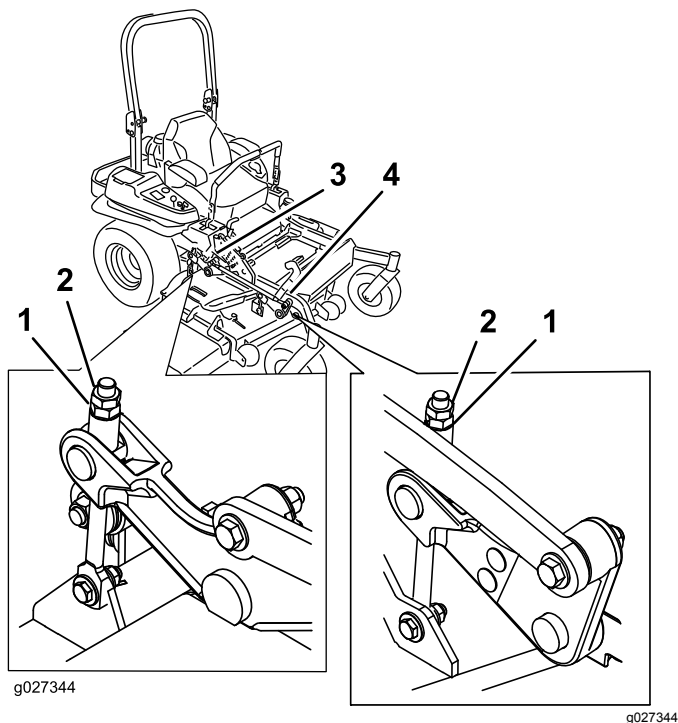

Figura 94
10. Gire la tuerca de ajuste del conjunto de elevación de la carcasa delantera para modificar la altura (Figura 94).